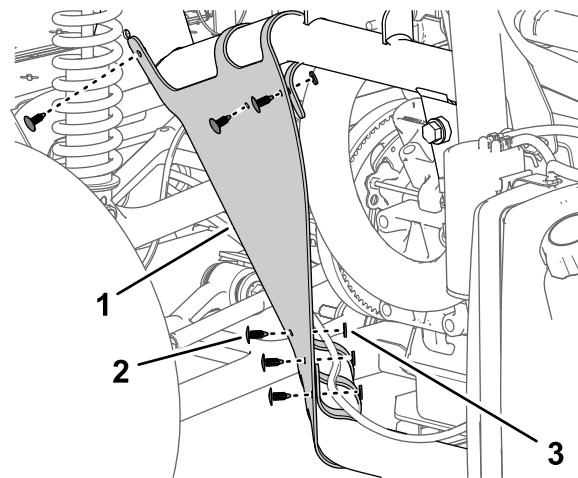

Figure 12
4. Retirez les 6 fixations à pression et les 5 rondelles (9/16" x 1/2") qui fixent la doublure d'aile au cadre de la machine (Figure 12).